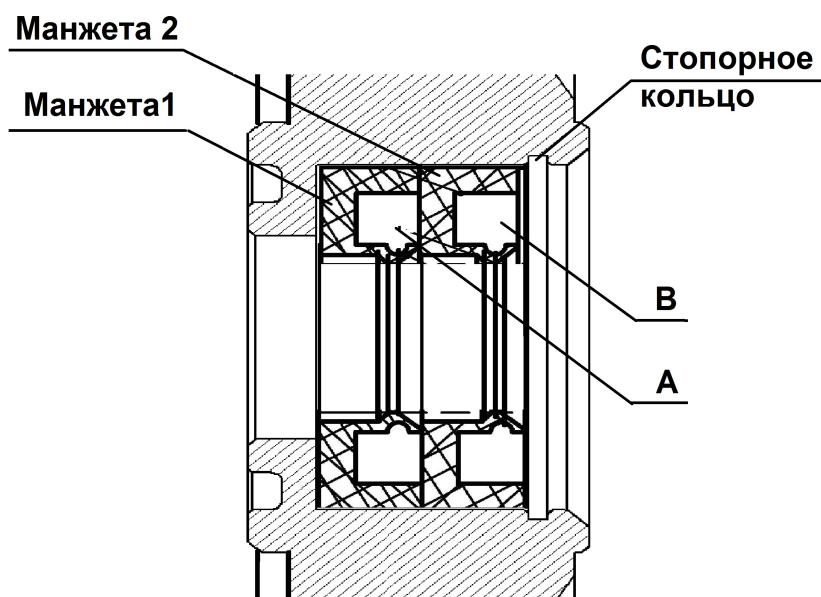

Рис. 10. Схема установки манжет.
- со стороны камеры снять кольцо стопорное и снять 2 манжеты (рис. 10);